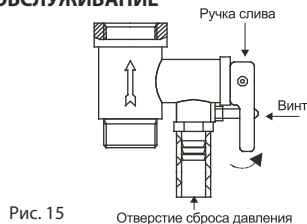

Рис. 15
6. Чтобы правильно слить воду из внутреннего бака, надо воспользоваться сливным отверстием (только для серии FS2/FS6/FE2) (надо открутить заглушку, закрывающую сливное отверстие), также воду можно слить через обратный предохранительный клапан (открутить сливной винт обратного предохранительного клапана и перевести ручку слива в верхнее положение, при этом кран выхода горячей воды должен быть открыт, а кран подачи холодной воды в водонагреватель должен быть перекрыт) (смотри рис. 15). Никогда не сливайте воду, если ее температура выше 50°C, т.к. это может привести к ожогам.